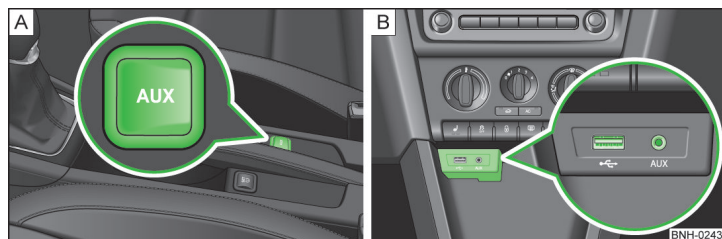

Fig. 87 Entrada AUX / entrada MDI
- » entre los asientos delanteros en la consola central » fig. 87 - **A**;
En vehículos con entrada MDI, ésta se encuentra encima del compartimento guardaobjetos situado en la consola central delantera » fig. 87 - **B**.